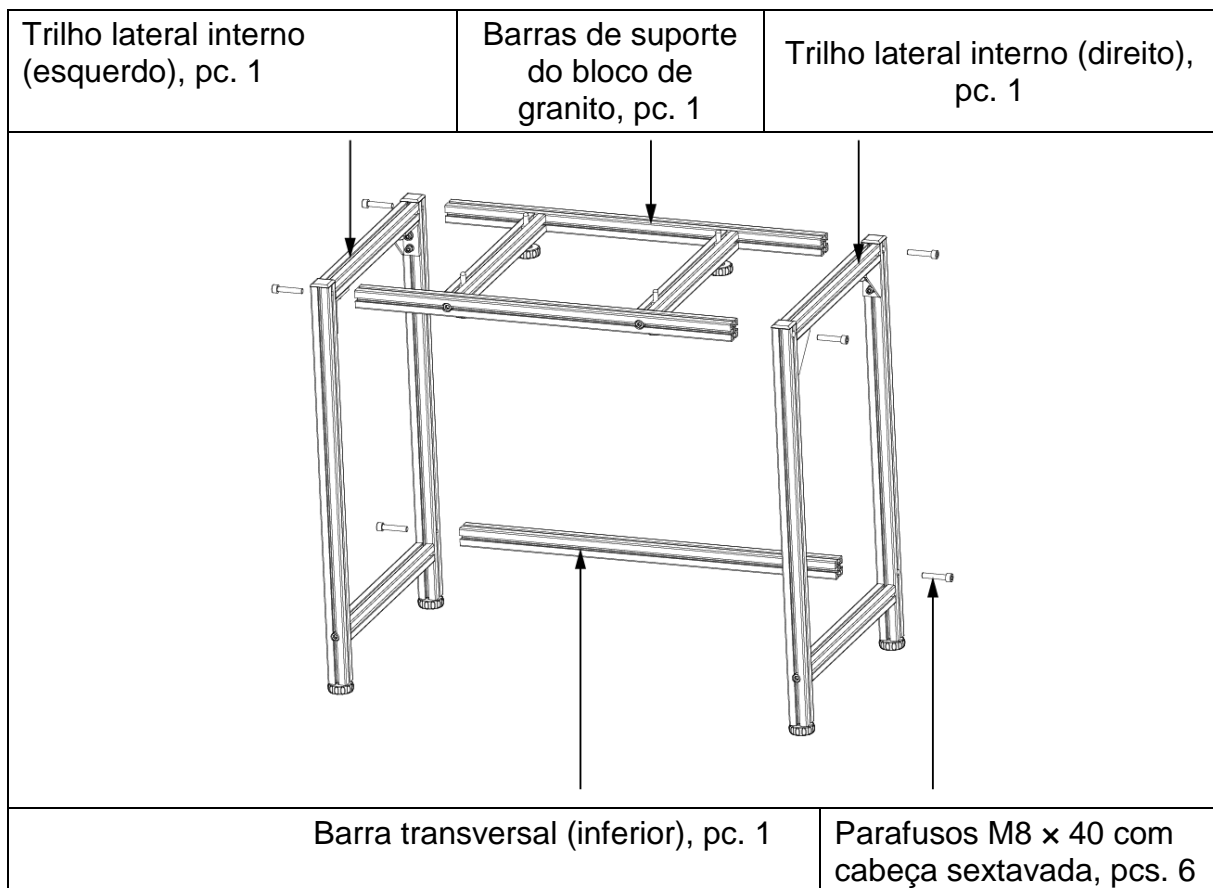

Fig. 3
4. Retire o trilho lateral interno (esquerdo) da camada superior da embalagem e o trilho lateral interno (direito) da camada média da embalagem e fixe-os utilizando uma chave sextavada e parafusos M8 x40. (veja fig. 3)
5. Retire a placa de suporte de granito (inferior) da camada superior da embalagem e fixe-a com dois parafusos M8 x 40. Para isso, abra ligeiramente ambas as armações laterais para introduzir os trilhos entre as armações. Logo, aparafuse 6 parafusos conforme mostrado na fig. 3. Ambos os blocos devem ficar paralelos e retos.